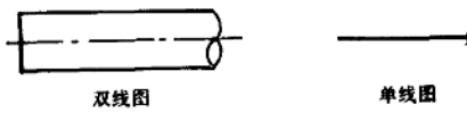

图 1-4 管子的单、双线图
**3. 管道的单线图和双线图：**在实际施工中，管线长而多，在图上表示的线条密集而繁多，识读起来比较困难，故有省去虚线表示管子壁厚的画法，叫双线表示法，用这种画法画成的图称双线图，见图1-4。而把空心管子仅看成一条线的投影，用单根粗实线来表示管子的画法，称为单线表示法，用这种画法画出的图，称为单线图。